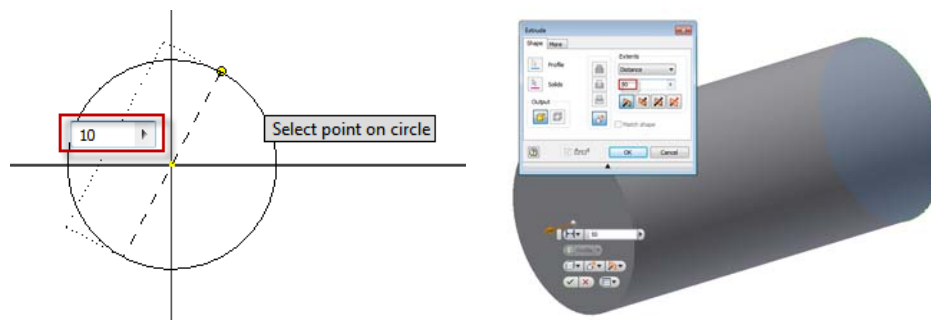

Fig. 2.2. Modelare tijă
4. Se construiește un cilindru cu diametrul de 10 mm și lungime de 50 mm, fig. 2.2.